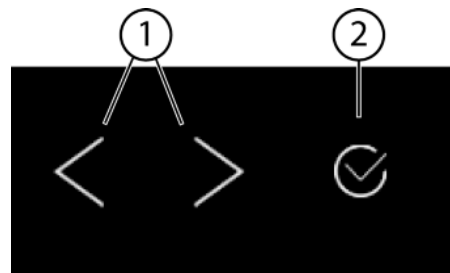
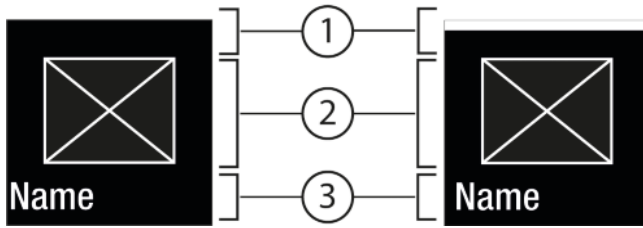
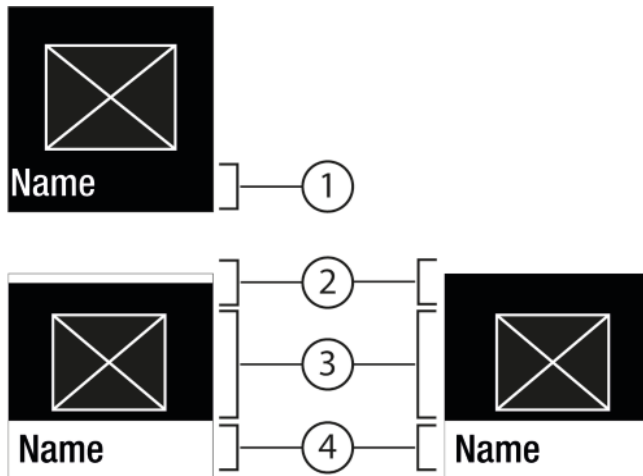

Fig. 5
Fig. 6
Fig. 7
(1) Flèche de navigation vers la gauche / droite
(2) Confirmer
Flèche de navigation vers la gauche / droite Fig. 5 (1) :
Confirmer Fig. 5 (2) :
- Naviguer avec la flèche de navigation vers la gauche / la droite Fig. 5 (1).
- Avec Confirmer Fig. 5 (2), activer / désactiver la fonction Fig. 6 (1) / le réglage Fig. 6 (2).
- Avec Confirmer Fig. 5 (2), appeler le sous-menu Fig. 7 (4).
- Régler une nouvelle valeur : Avec Confirmer Fig. 5 (2), sélectionner une valeur désactivée Fig. 6 (1).
- Retour au menu : Avec Confirmer Fig. 5 (2), sélectionner la valeur déjà activée Fig. 6 (2).
- ▶ Appuyer sur les flèches de navigation Fig. 5 (1) autant de fois que nécessaire jusqu'à ce que la s'affiche.
- ▶ Appuyer sur Confirmer Fig. 5 (2).
- ▶ Appuyer sur les flèches de navigation Fig. 5 (1) autant de fois que nécessaire jusqu'à ce que la fonction s'affiche.
- ▶ Sélectionner la valeur de réglage à l'aide des flèches de navigation Fig. 5 (1).
- ▶ Appuyer sur Confirmer *Fig. 5 (2)*.
- ▷ Status : activé *Fig. 6 (1)* s'affiche brièvement dans le sous-menu *Fig. 7 (4)*.
- ▶ Appuyer sur les flèches de navigation *Fig. 5 (1)* autant de fois que nécessaire jusqu'à ce que les réglages  s'affichent.
- ▶ Appuyer sur les flèches de navigation *Fig. 5 (1)* autant de fois que nécessaire jusqu'à ce que le réglage souhaité s'affiche.